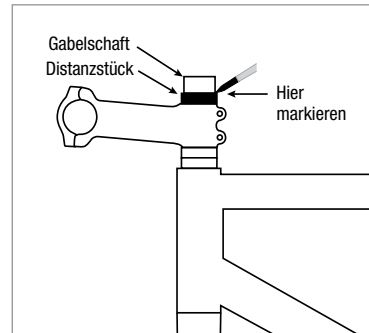

Abbildung 6
8. Fügen Sie ein 10 mm Distanzstück über der Vorbaufixierung hinzu und verwenden Sie einen Filzstift mit feiner Tinte, um den Gabelschafteingangsöffnung entlang der Oberkante des Distanzstück zu markieren, falls Gabelschafteingangsöffnung übersteht (Abbildung 6).